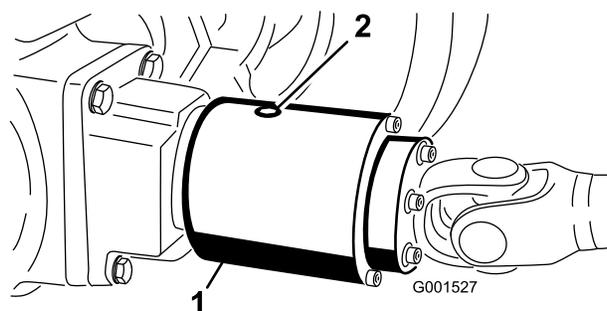

Figura 64
3. Rode a embraiagem, de modo a que o tampão de verificacão fique voltado para baixo (Figura 64).